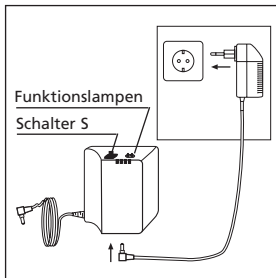

Abb. 1
2. Stecken Sie den 12 V-Stecker des Netzgerätes in die Stromversorgungsbuchse auf der Unterseite des Akkus (Abb. 1).